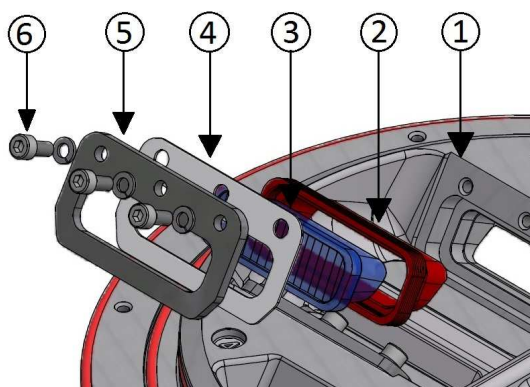

Figura 24 – Guarnizioni del prisma
- guarnizioni prisma montate tra calotta e prisma (Figura 24 - n°2).